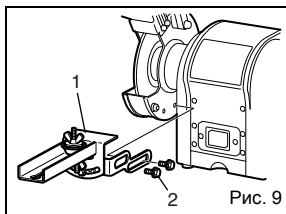

Рис. 9
- Соберите и прикрепите комплект для заточки пил, как показано на Рис. 9.